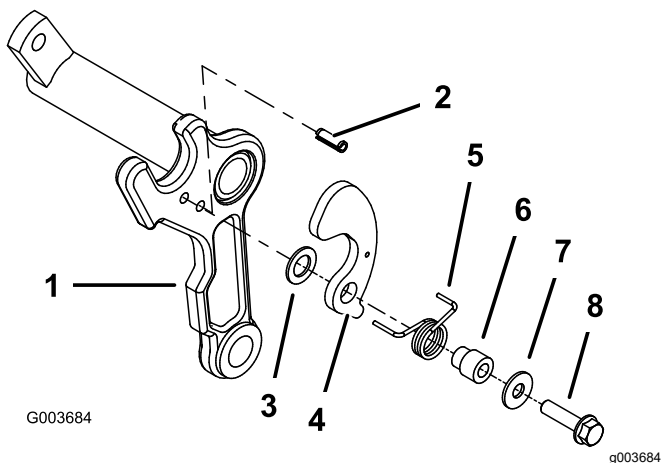

Figura 3
- Montate una spina nel foro inferiore dal lato opportuno del telaio portante di ogni apparato di taglio (Figura 3).
un bullone (5/16 x 1-1/4 poll.); fate riferimento alla Figura 3.